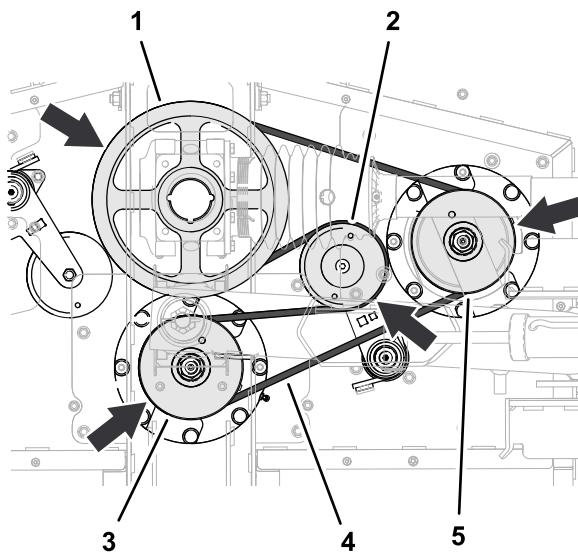

Figura 68
- Dirija la correa larga alrededor de la polea de transmisión, la ranura superior de la polea de eje central y la polea de eje derecho (Figura 68).
- Utilice una llave de extensión o una herramienta similar para girar el tensor de la correa en sentido antihorario y deslice la correa sobre de la polea del tensor (Figura 68).